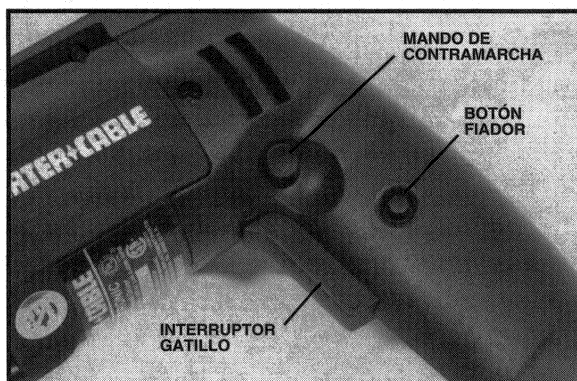

Fig. 1
2. Oprima el interruptor gatillo (Fig. 1) para poner en marcha el motor. A medida que lo oprima, irá aumentando la velocidad del destornillador. La barrena del destornillador no rotará hasta que se haya enganchado a un sujetador y se ejerza presión hacia adelante sobre la herramienta. Para parar el motor, suelte el gatillo.
3. BOTÓN FIADOR – Hay un botón fiador (Fig. 1) que permite mantener en marcha el motor sin necesidad de oprimir continuamente el gatillo hacia la posición "ON" (encendida).
4. **DIRECCIÓN DE LA ROTACIÓN** – Los destornilladores de Porter-Cable rotan en el sentido de las manecillas del reloj para atornillar ajustadores con rosca a la derecha y en el sentido contrario para extraerlos, también con rosca a la derecha. Para determinar la rotación, pare el motor soltando el gatillo y coloque el mando de contramarcha (Fig. 1) en la dirección que tiene la indicación “reverse” (sentido inverso) para que rote en el sentido contrario al de las manecillas del reloj o en la dirección opuesta para que rote en el sentido de las manecillas del reloj.